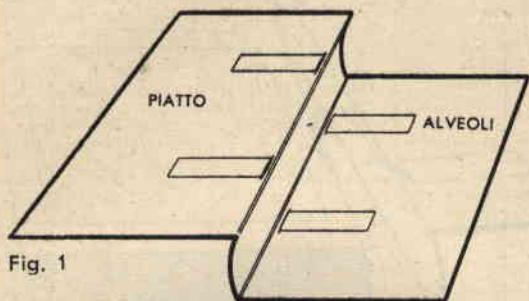

Fig. 1
— Una copertina in materiale plastico (vinyle-pelle), composta da due « piatti » rigidi e da un « dorso » flessibile; nella parte interna dei due « piatti » sono previsti quattro « alveoli » di scorrimento (fig. 1);
a) Controllare col misuratore-dima la posizione degli « alveoli » nei due « piatti » della copertina (fig. 1);